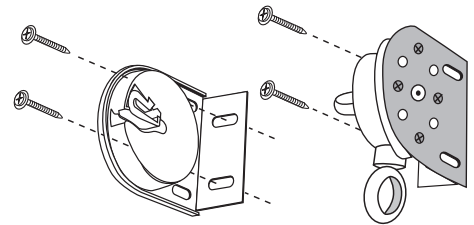

Fig. 2
d. Use tornillos para instalar las abrazaderas de la unidad de la manivela y la unidad del extremo inactivo. (fig. 2)